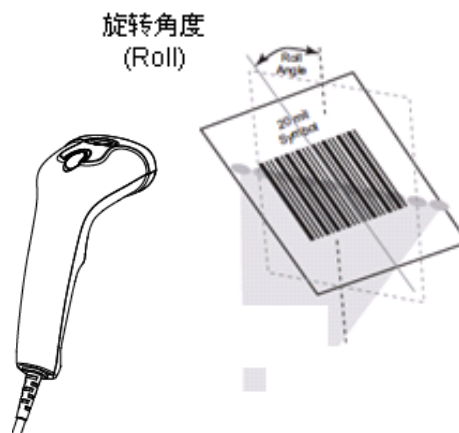

图 1-8
- ✧ 旋转角度(Roll)： $\pm 30^\circ$ ；测试条件为 0° 倾斜角及 0° 偏转角（见图 1-8）。